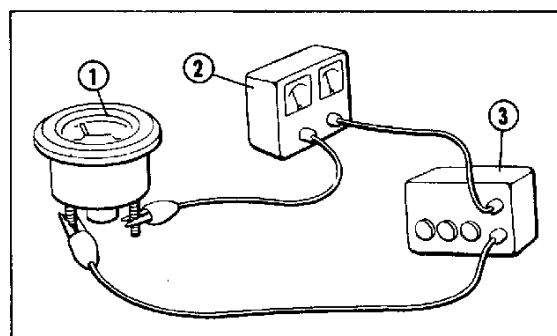

Abb. 4-104 (1) Benzinuhr
(2) Elektrotester
4. Einen Verstellwiderstand und eine spannungsgeregelte Stromquelle gemäß Abb. 4-104 an die Benzinuhr anschließen. Die Benzinuhr befindet sich in gutem Zustand, wenn der Widerstand an Stelle F zwischen 10 und 15 Ohm und an Stelle E zwischen 65 und 75 Ohm liegt.